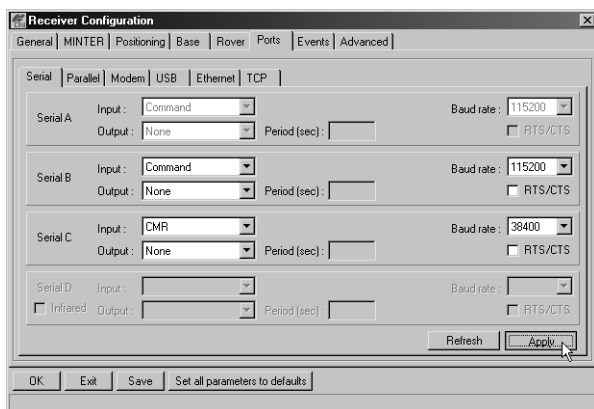

Figura 3-12. Configuración del Rover – Puertos
6. Seleccione la pestaña Ports y defina los siguientes parámetros para el Puerto Serial C (Figura 3-12 en la página 3-20):